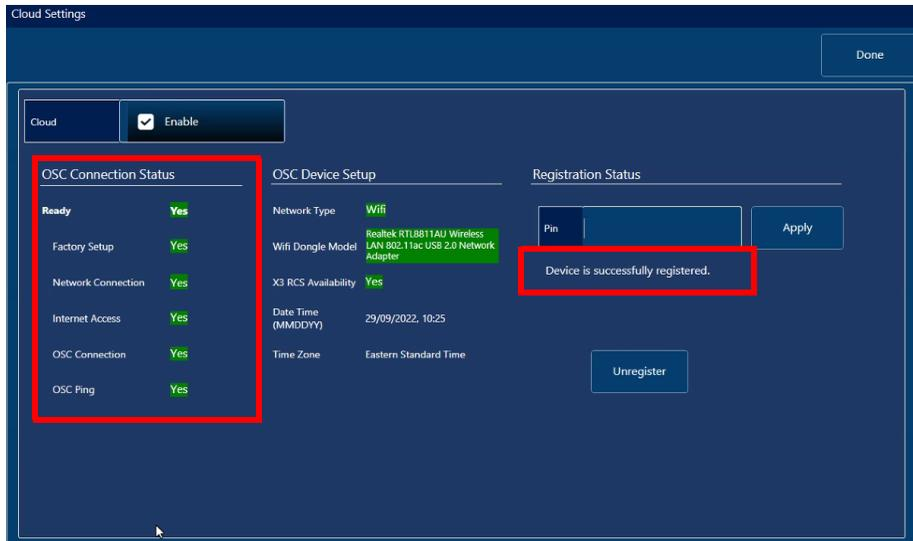

図 9-3 OSC Connection status (OSC 接続ステータス) と Registration Status (登録ステータス) メッセージ
**Registration Status (登録ステータス)** メッセージ (241 ページの図 9-3 を参照) に応じて、244 ページの表 90 に記載されているアクションに従ってください。